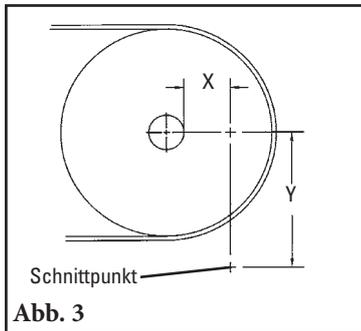

Abb. 3
5. **Maß Y bestimmen.** Von der X-Markierung ausgehend eine Linie senkrecht nach unten zum ausgewählten Y-Maß einzeichnen und Punkt markieren (Abb. 3). Dies ist die korrekte Position für die Mitte der Steckachse.